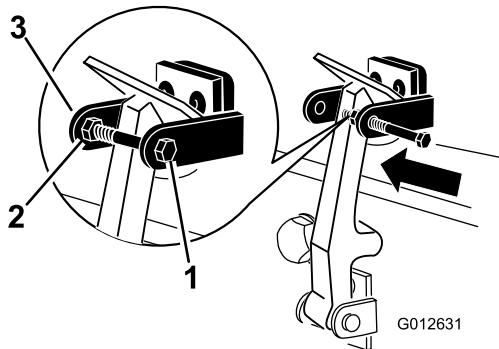

Figura 9
- Aperte o parafuso no outro braço do suporte do trinco do capot e prenda o trinco na posição (Figura 9). Aperte o parafuso firmemente, mas não aperte a porca.